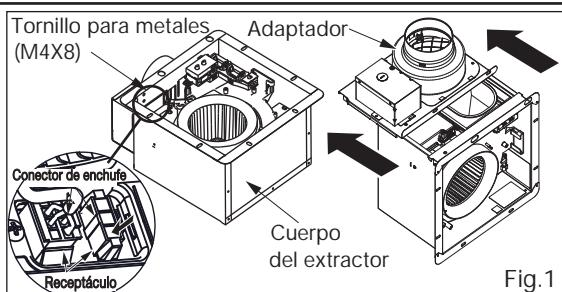

Fig. 1
1. Desconecte el conector de enchufe del receptáculo y quite el adaptador del cuerpo del extractor retirando el tornillo para metales (M4X8) antes de la instalación. (Fig.1)